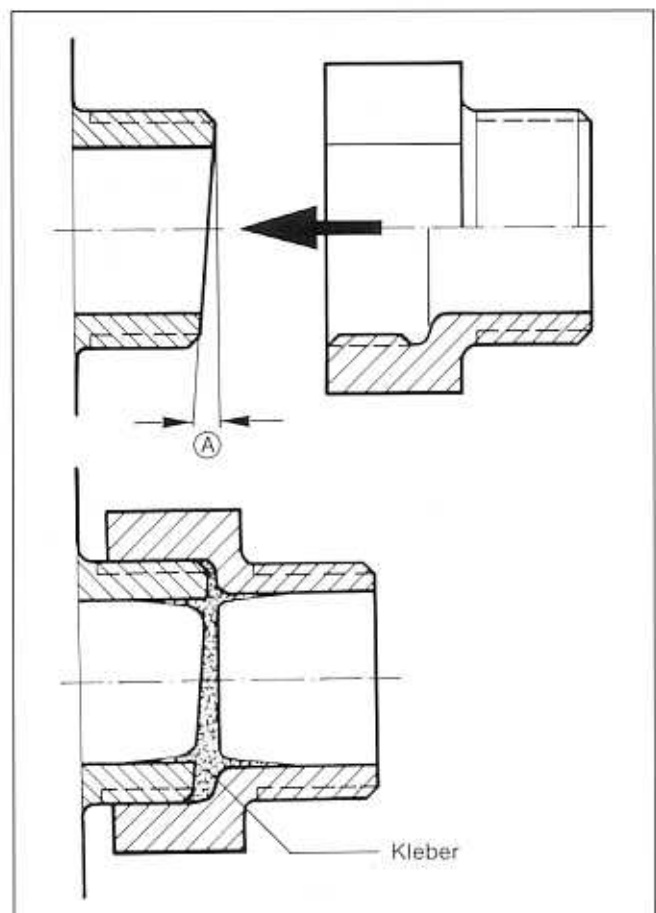

Abb. 1
**Hinweis:** Bei Abweichung zum rechten Winkel darf die Spalte  $\textcircled{A}$  maximal 1 mm betragen (Abb. 1).
- Stirnseite entgraten und facettieren (Abb. 1).
- Messingadapter probeweise aufdrehen, um die Winkeligkeit bzw. die Abweichung zu prüfen (Abb. 1).
- Evtl. Spalt zwischen Adapteranschlagfläche und stirnseitige Fläche des Anschlußstutzens mit Kleber ausfüllen und im Innenrohr gleichmäßig bis zur Thermoglasur glattstreichen (Abb. 1).